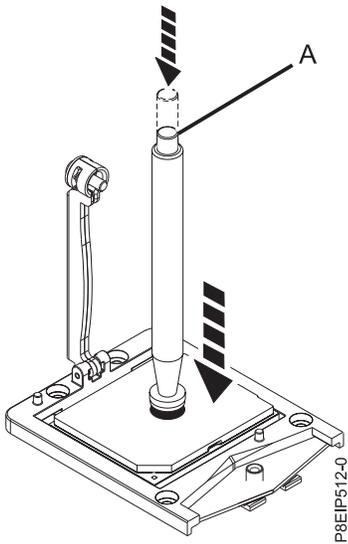

Figura 53. Abaixando a ferramenta de remoção no módulo de processador do sistema
3. Abaixar a ferramenta de pinça a vácuo no módulo de processador do sistema a ser instalado. Pressione totalmente a parte superior da pinça (A) e segure-a no centro do módulo de processador do sistema, conforme mostrado na Figura 53. Libere a parte superior da caneta para fixá-la no módulo do processador do sistema.